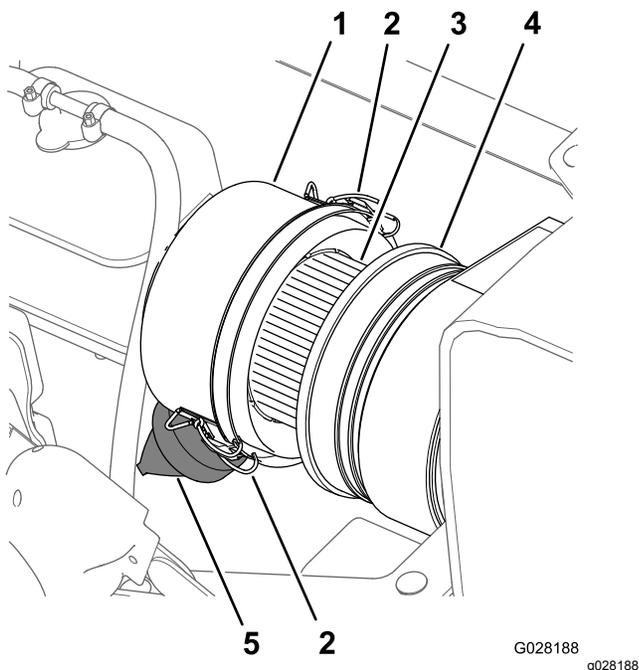
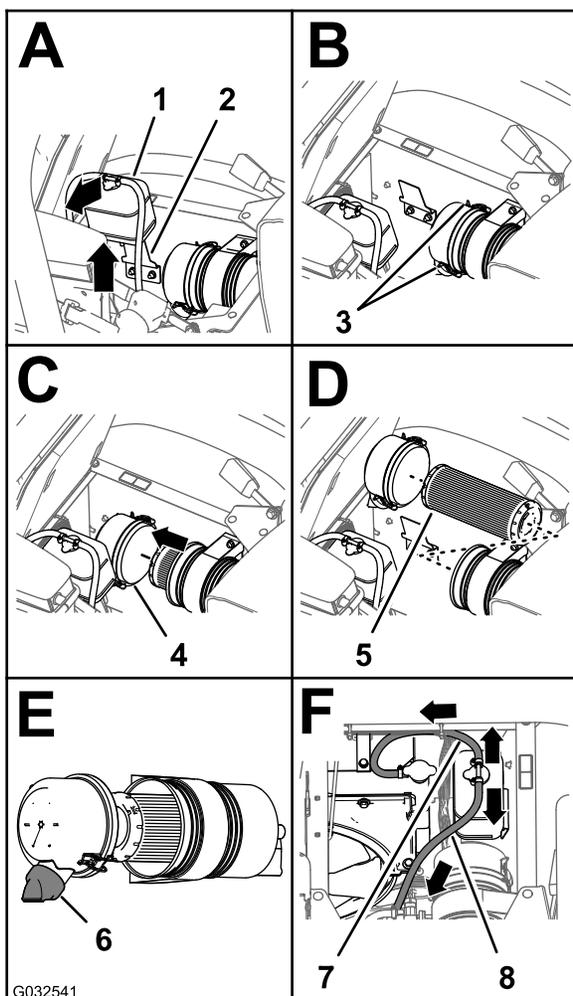

Figura 68
Figura 69
3. Limpe o tampão antipoeira e o corpo do filtro de ar (Figura 68).
4. Verifique se existe algum dano no corpo do filtro de ar que possa provocar uma fuga de ar (Figura 68).
5. Aperte a válvula do pé para a limpar de sujeira, pó e detritos (Figura 68).
7. Verifique se o elemento do filtro de ar tem acumulação excessiva de pó, sujeira e detritos (Figura 68).
8. Instale o tampão antipoeira no corpo do filtro de ar e fixe o tampão com os 2 trincos (Figura 68).
2. Limpe o tampão antipoeira e o corpo do filtro de ar (Figura 68).
3. Levante o depósito de expansão do líquido de refrigeração e retire-o do suporte do depósito (Figura 69).
4. Solte os 2 trincos que fixam o tampão antipoeira ao corpo do filtro de ar (Figura 69).
6. Limpe o interior do tampão antipoeira, do corpo do filtro de ar e da válvula antipoeira com um trapo húmido (Figura 68 e Figura 69).
7. Introduza o elemento do filtro de ar no corpo do filtro de ar (Figura 69).
8. Instale a cobertura no corpo do filtro de ar e fixe-a com os 2 trincos (Figura 69).
Nota: Certifique-se de que a válvula do pó está alinhada entre a posição das 5 e das 7 horas, quando vista da extremidade (Figura 69).
9. Alinhe o depósito de expansão do líquido de refrigeração com o suporte do depósito e posicione o depósito com firmeza (Figura 69).
Importante: Certifique-se de que a tubagem de descarga da pressão é encaminhada para fora e para baixo e a tubagem de ventilação do depósito é encaminhada para trás, como se mostra na Figura 69.